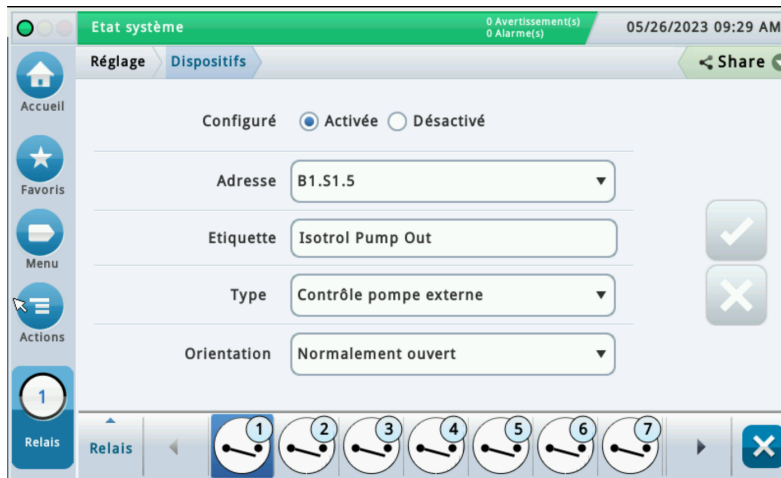

Figure 5. Écran de réglage du relais
1. Touchez **Menu>Réglage>Dispositifs** et touchez le bouton Relais (voir 4, Figure 1) pour ouvrir l'écran de réglage du relais de contrôle de pompe (voir Figure 5).
7. Touchez le champ **Contrôle pompe** et sélectionnez le relais configuré auparavant dans **Dispositifs>Relais** pour le contrôle de la pompe à diesel, par exemple R1 : Pompe out (réf. Figure 5).